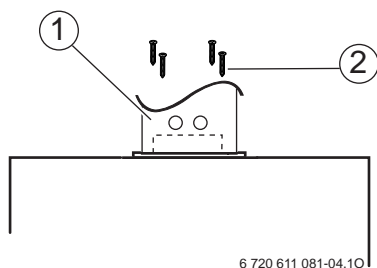

Fig. 11 Fissaggio dell'accessorio scarico fumi
- ▶ Fissare l'accessorio (nella direzione necessaria) con le 4 viti in dotazione all'accessorio stesso (fig. 11).